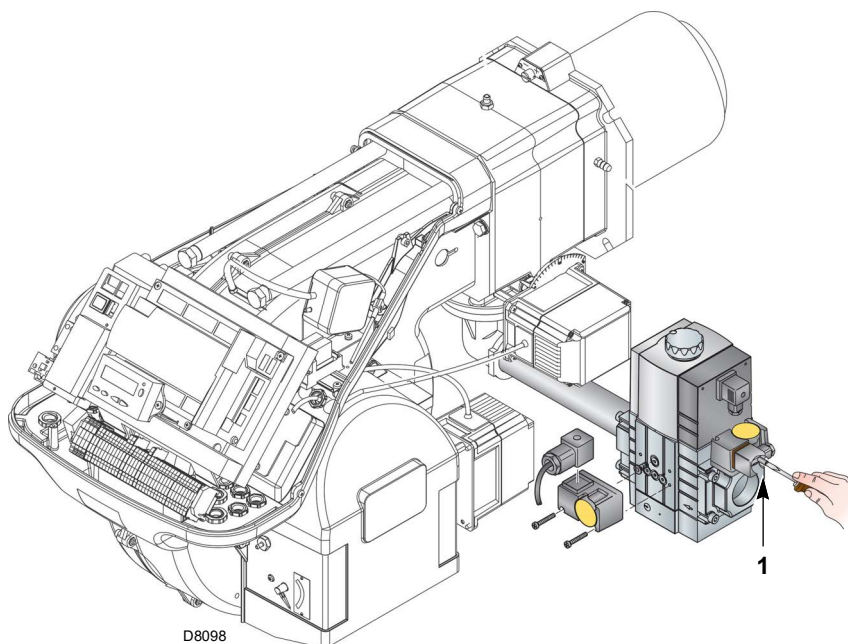

Abb. 26
- Prüfen Sie den Gasversorgungsdruck durch Anschließen eines Druckmessers an die Druckentnahmestelle 1)(Abb. 26) des Minimal-Gasdruckwächters: er muss geringer als der maximal zulässige Druck der Gasarmatur sein, der auf dem Kennschild der technischen Daten angegeben ist.
- Entlüften Sie die Leitung der Gasarmatur, indem Sie eine Kunststoffleitung an die Druckentnahmestelle 1)(Abb. 26) des Minimal-Gasdruckwächters anschließen. Führen Sie die Entlüftungsleitung aus dem Gebäude, bis der Gasgeruch wahrnehmbar ist.